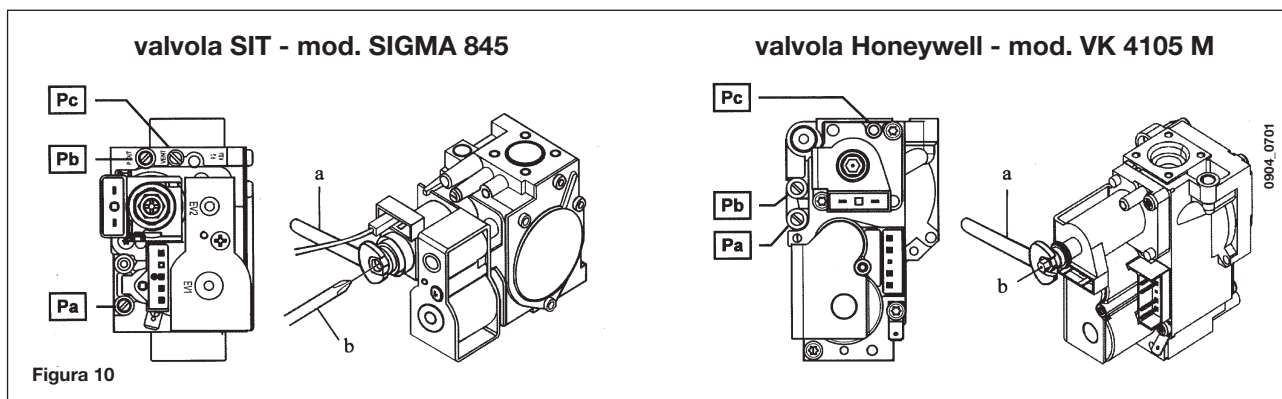

Figura 10
Le modalità di taratura del regolatore di pressione sono leggermente differenti a seconda del tipo di valvola del gas utilizzata (**HONEYWELL** o **SIT** vedi figura 10).
- verificare che la pressione dinamica di alimentazione della caldaia, misurata alla presa di pressione (**Pa**) della valvola del gas (Figura 10) sia quella corretta (37 mbar per il gas propano o 20 mbar per il gas naturale).